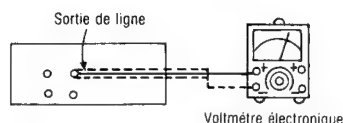

Fig. 1
1. Le raccordement de l'équipement d'essai est montré à la Fig. 1.